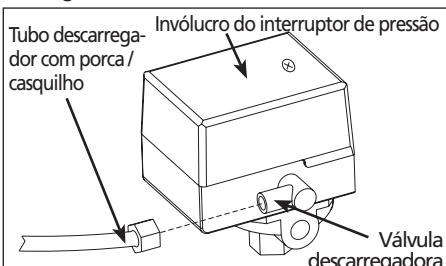

Figura 2
- Remova o tubo descarregador da válvula descarregadora do lado do interruptor através do desrosqueamento da porca e da retirada do tubo para fora (Veja a Figura 2).